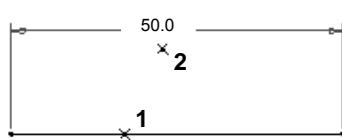

图 4.9.1 线段长度尺寸的标注
Step2. 选取要标注的图元：单击位置1以选择直线（图4.9.1）